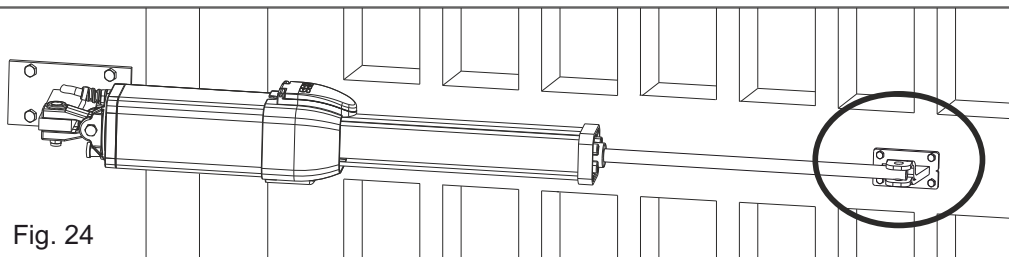
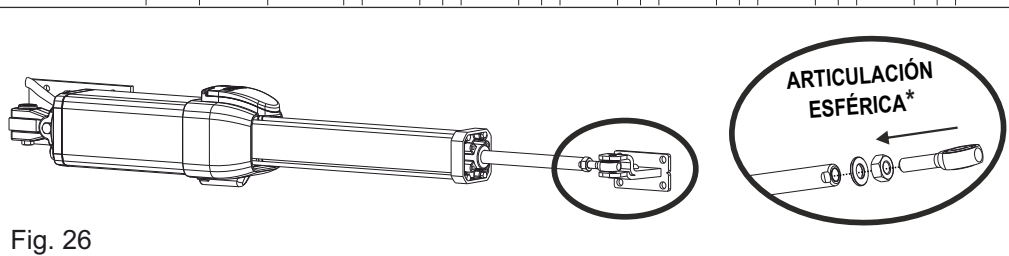

Fig. 24
Fig. 26
- Colocar el pistón cromado del operador en el alojamiento del soporte delantero - Fig. 24 o Fig. 26